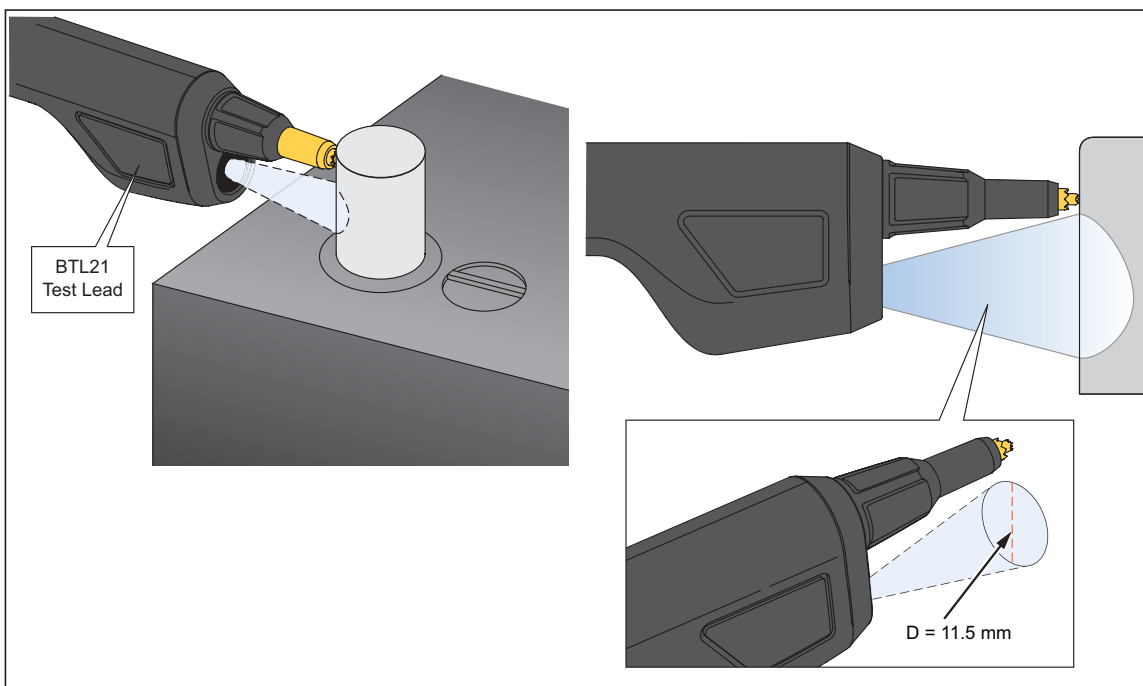

Figura 4-5. Misura la temperatura di un polo batteria
2. Regolare il puntale in modo tale che l'intera area svasata ricopra il polo della batteria. Vedere la figura 4-5.
La figura 4-5 mostra il campo di misura di un polo batteria.